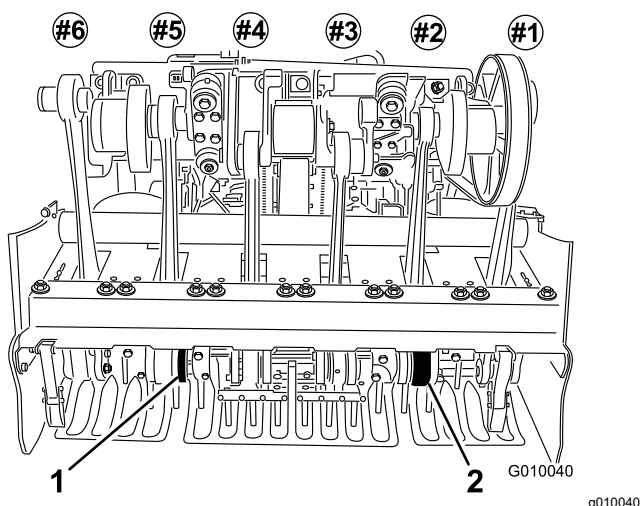

Figura 25
6. Montai dinii în suporii pentru dini nr. 2 i nr. 5 (Figura 25). Strângei uruburile.